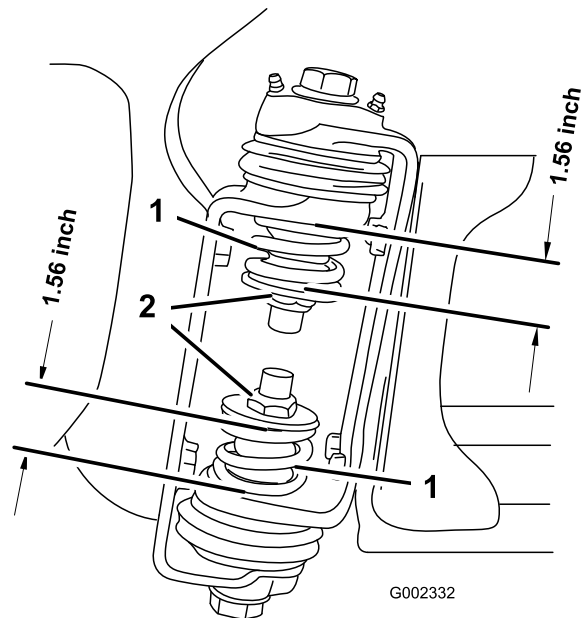

图3
3. 当喷洒臂位于伸展位置图3时、在喷洒臂的铰链处测量上下弹簧的压缩度。